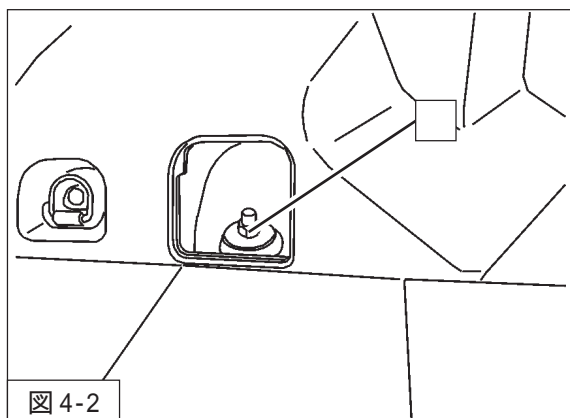

図 4-2
4. ダンパーアッパー取付ナット(締付トルク:25N・m)を使用して、リアダンパーASSY(同梱品)を車両に取付けてください。(図4-2)